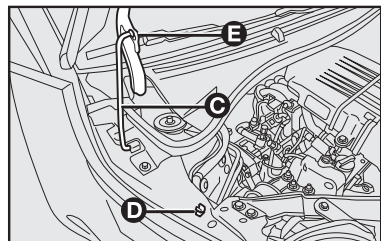

fig. 61
- levantar o capô e, simultaneamente, soltar a vareta de sustentação **C-fig. 61** do dispositivo de bloqueio **D-fig. 61**.
- Introduzir a extremidade da vareta na sede **E-fig. 61** do capô do motor (furo grande) e deslocar para a posição de segurança (furo pequeno), como ilustrado na figura.
Fechamento - fig. 61